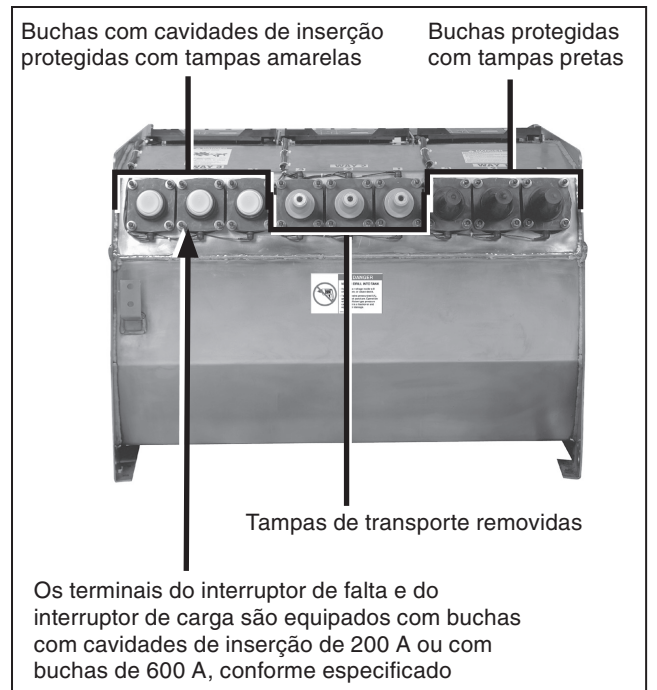

Figura 5. Tampas de transporte nas buchas e nas buchas com cavidades de inserção.
**PASSO 3.** Remova as tampas de transporte das buchas e das buchas com cavidade de inserção. Ver Figura 5.